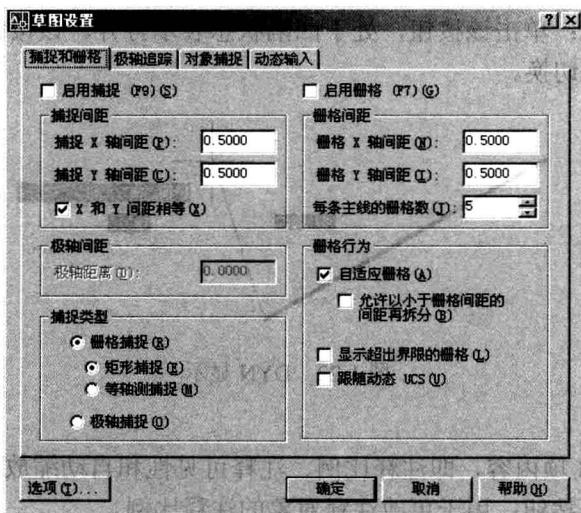

图 1-21 “草图设置”对话框
- 【捕捉】按钮: 单击该按钮, 处于凹陷状态表示打开, 否则是关闭状态。此时光标只能在 X 轴、Y 轴或极轴方向移动固定的距离, 就是说只能精确移动。也可以选择【工具】→【草图设置】命令, 弹出“草图设置”对话框, 如图 1-21 所示, 选择是否启用捕捉命令, 并可以通过编辑框调整捕捉的轴间距。
弹出草图设置对话框，如图 1-21 所示，选择“极轴追踪”选项卡，在相应的编辑框中进行调整。
- 【对象捕捉】按钮：单击该按钮，处于凹陷状态表示打开。在绘图时，该按钮主要用于捕捉图形中的端点、中点、垂点和圆心等关键点。要更改捕捉的内容可以选择【工具】→【草图设置】命令，弹出草图设置对话框，如图 1-21 所示，选择“对象捕捉”选项卡，选择需要的复选框。